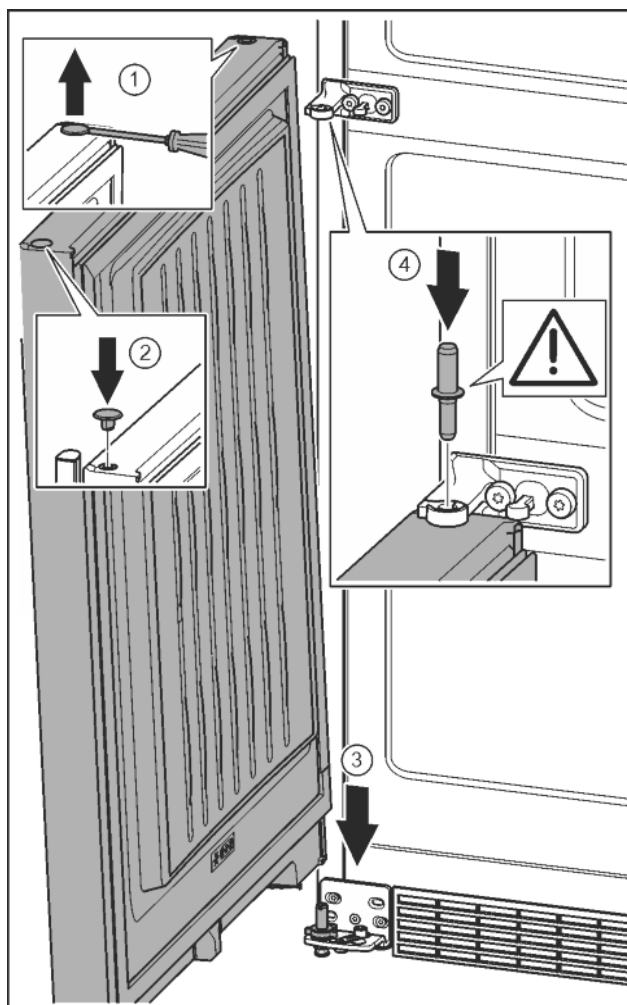

Fig. 22
- ▶ За допомогою шліцевої викрутки обережно підніміть пробку та витягніть її. *Fig. 22 (1)*
- ▶ Знову вставте пробку з іншого боку дверцят. *Fig. 22 (2)*
- ▶ Встановіть дверцята зверху на нижній опорний гвинт. *Fig. 22 (3)*
- ▶ Середній опорний гвинт встановіть в нижні дверцята через середній опорний кронштейн. При цьому виступ фіксатора повинен бути спрямований назад. *Fig. 22 (4)*